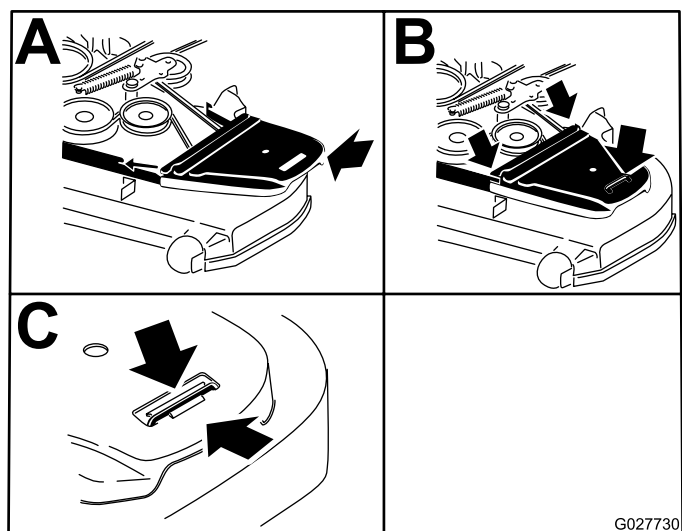

**Figure 59**
5. Insérez un rochet dans le trou carré du bras de la poulie de tension pour détendre le ressort de la poulie (Figure 59).
7. Installez la nouvelle courroie sur les poulies (Figure 59).
8. Veillez à engager les extrémités du ressort dans les rainures d'ancrage, puis insérez le rochet dans le trou carré et chaussez la courroie sur la poulie de tension (Figure 59).